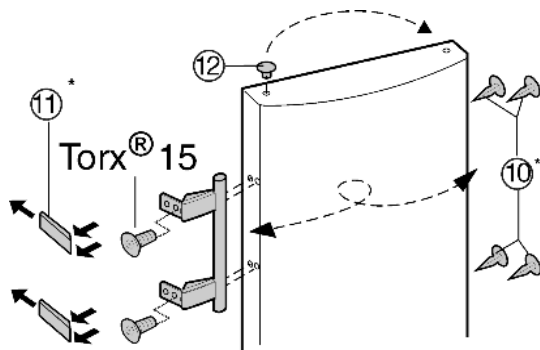

Fig. 6
- ▶ Estrarre il tappo *Fig. 6 (12)* dall'alloggiamento del supporto della porta e spostarlo.
- ▶ Smontare la maniglia della porta, i tappi *Fig. 6 (10)* e le piastre di spinta *Fig. 6 (11)* e spostarli sul lato opposto.